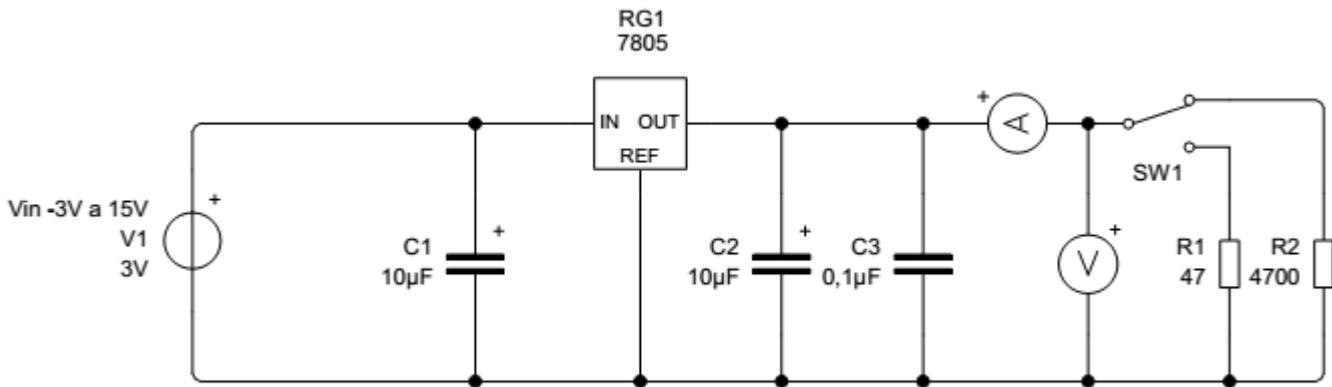

Fig. 3: Circuito de fuente regulada con CI 7805
- 8.3 Cargar al circuito regulador con un resistor de la serie E12 por el que circule una corriente aproximada de 1mA a tensión nominal y uno por el que circule 100mA. Como se muestra en la Fig. 3.